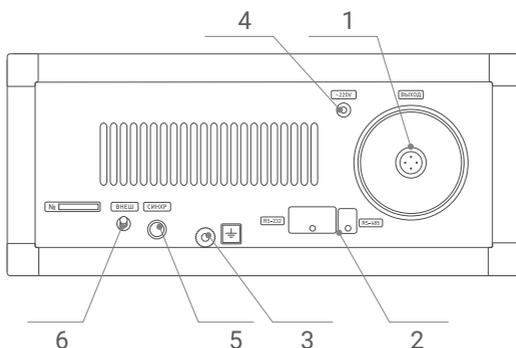

Рисунок 2 - Задняя панель генератора
5.1.3 На задней панели генератора (Рис. 2) расположены: